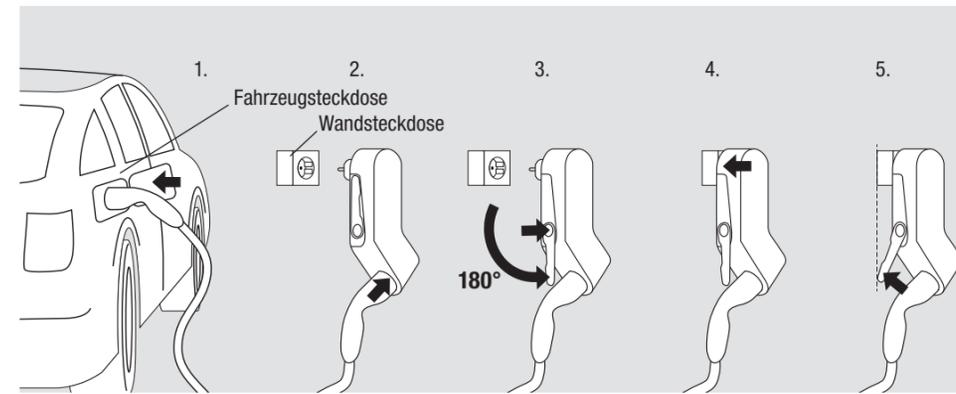

Abb. 2: Reihenfolge beim Laden
- Mobility Dock nur senkrecht hängend und abgestützt an einer Wandsteckdose betreiben, um eine Zugbelastung der Wandsteckdose zu vermeiden (siehe Abb. 2.). Starke Belastungen können Mobility Dock und/oder Steckdose beschädigen.
- Den Mobility Dock erst in die Steckdose stecken, wenn der Ladestecker in der Typ 2 Steckdose (C) eingerastet ist. Sonst kann die Steckdose beschädigt werden.
Der Mobility Dock ist ein Mode 2 Not-Ladegerät zum gelegentlichen, ortsveränderlichen Gebrauch. Dauerhafter Einsatz nur in sicherer, unbewegter und senkrechter Lage. Betrieb nur an mechanisch und elektrisch geeigneten, wandmontierten Steckdosen (siehe Abb. 2, Schritt 5)!